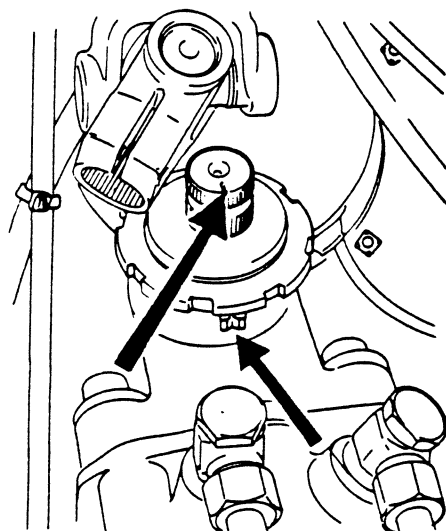

Fig. 3
- Zet de pitmanarm precies in de 'midden' stand door het streepje boven op de ingaande as van het stuurhuis recht tegenover het merkteken op het stuurhuis te plaatsen (Fig. 3).
- Controleer of de pitmanarm nog in de middenstand staat (Fig. 3) en monteer de kruiskoppeling zodanig op de ingaande as van het stuurhuis dat de gleuf in de koppeling samenvalt met het merkteken op de as en het stuurhuis. Monteer de klembout met het juiste aanhaalmoment, zie 'Technische gegevens'. Gebruik **steeds** een nieuwe borgmoer.